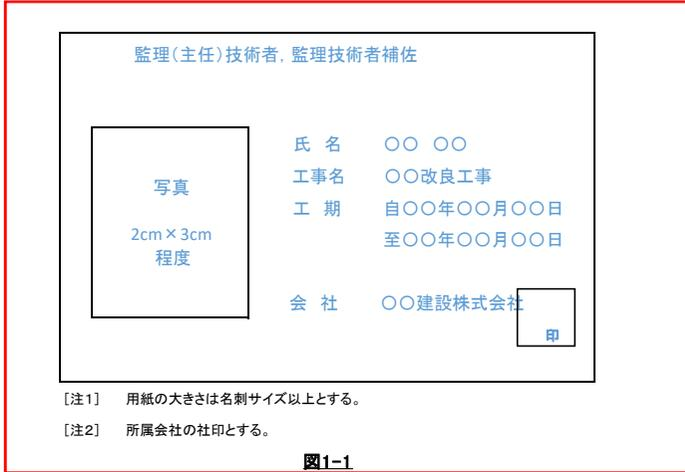

図1-1
3. 第 1 項の受注者は、監理技術者、監理技術者補佐、主任技術者（下請負者を含む）及び第 1 項の受注者の専門技術者（専任している場合のみ）に、工事現場内において、工事名、工期、顔写真、所属会社名及び社印の入った名札等を着用させなければならない。名札は図 1-1 を標準とする。